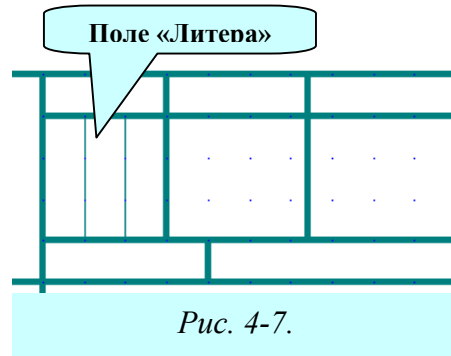

Рис. 4-7.
1) Перейдите в режим рисования и проведите две тонкие сплошные линии в поле «Литера», расположенном в правой части основной надписи, как показано на рис. 4-7.